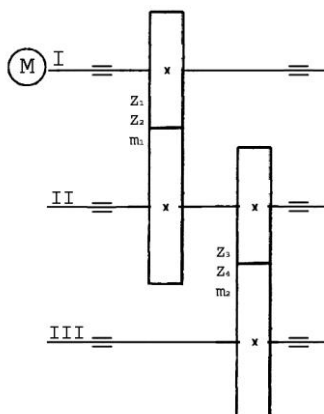

Рис.2
1. Надана схема двохступеневого редуктора рис.2.